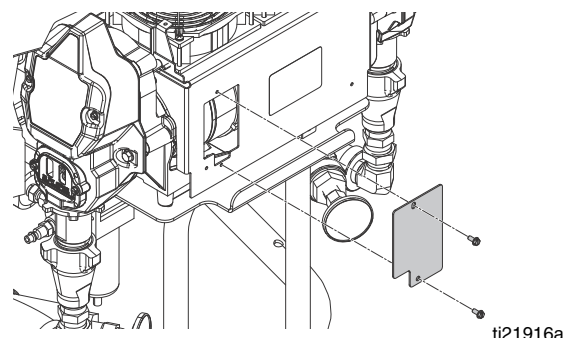

FIG. 19: Motorborstels
6. Verwijder de kap van de displaybesturing (26). Ontkoppel de motorkabels als volgt:
- a. Verwijder de twee bouten en de afdekplaat. Zie FIG. 19.
- b. Verwijder de twee bouten om toegang te krijgen tot de afdekplaat. Zie FIG. 19.